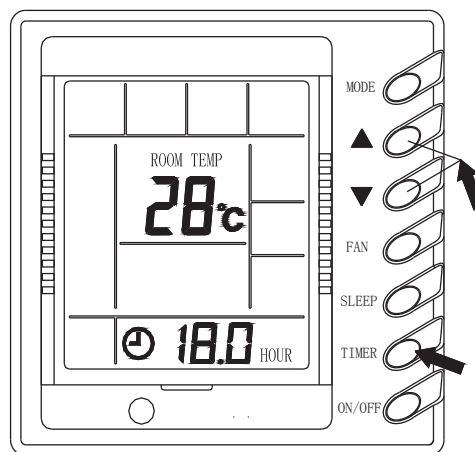

Рис.3
**Примечание:** на рисунке 2 показан проводной пульт в выключенном состоянии с подачей на него питания. При подаче питания на пульте будет отображаться температура в помещении, как при включенном состоянии, так и при выключенном. Отсутствие разделительной сетки дисплея пульта означает, что кондиционер выключен (Например как на Рис. 3 расположенном приведенном ниже).